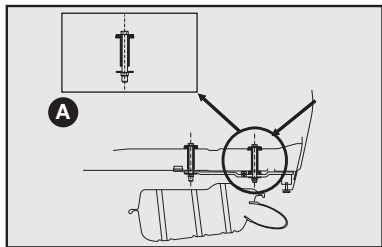
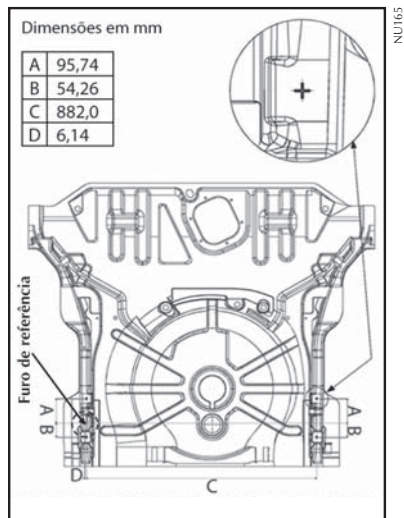

fig. 21
fig. 22
- Efetuar no veículo a furação com Ø (diâmetro) 11 mm traspassando o assoalho posterior (ver detalhe **A-fig. 21**) e a longarina nas marcas esquemáticas indicadas no **fig. 22**.